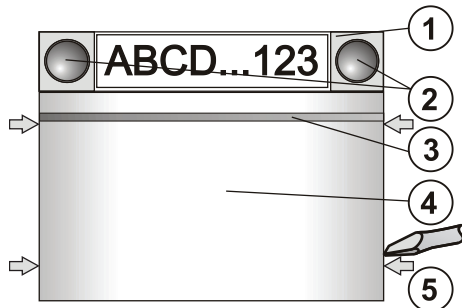

Figura: 1 – segmento de mando; 2 – botones del segmento; 3 – botón activación de pantalla retroiluminada; 4 – módulo RFID; 5 – fijadores para abrir el módulo.
- Oprima los cuatro fijadores (5), a ambos lados (vea la Fig. 1), uno por uno y separe el módulo de su base plástica.
- Conecte el cable sincrónico (BUS) a sus terminales (9).